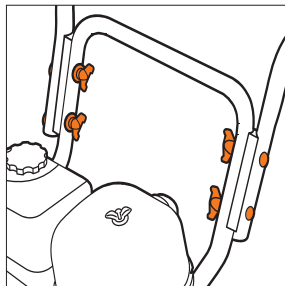

Рис. 4
- Совместите верхнюю часть рукоятки панели оператора с нижней частью и закрепите болтами и гайками с каждой стороны (Рис. 4).